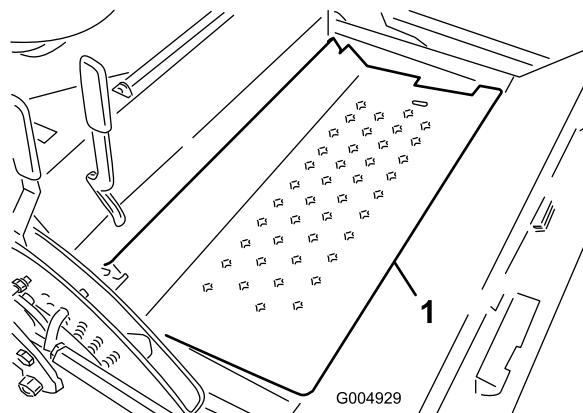

Figura 35
5. Abra la chapa de suelo (Figura 35), y coloque la varilla de sujeción.